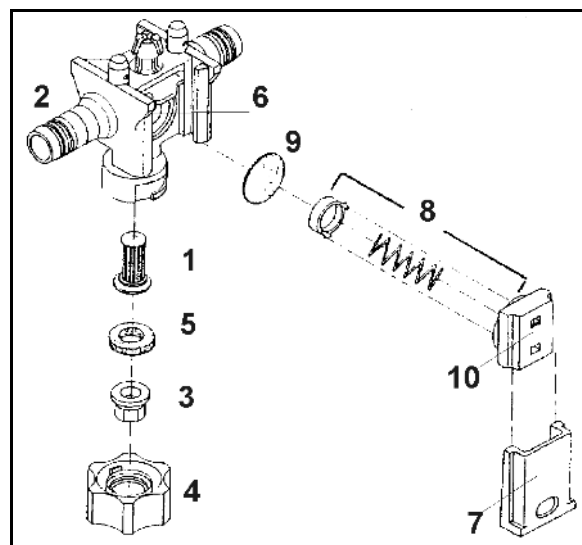

Bild 204
2. Avlägsna skruvarna (Bild 204/1).
3. Ta bort ventillocket (Bild 204/2).
4. Ta bort ventilgrupperna (Bild 204/3).
5. Ta bort ventiltättningsring (Bild 204/4) och O-ring (Bild 204/5).